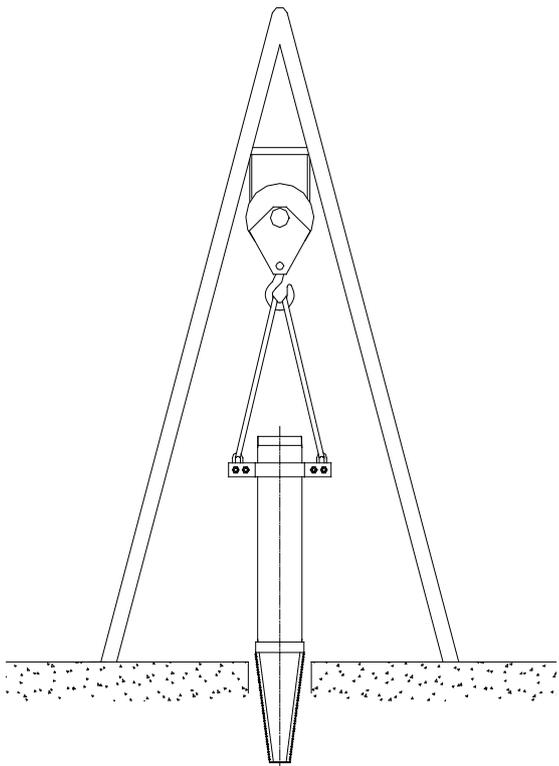
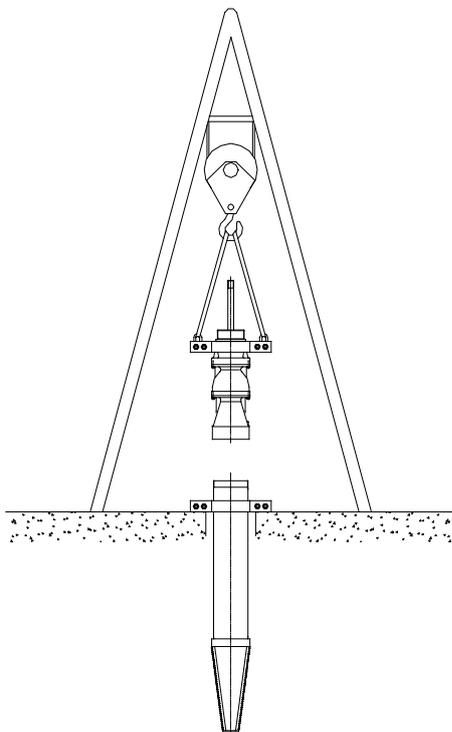

Fig. 4. Instalando el tubo succión
Fig. 5. Instalando el cuerpo la bomba
6.2.1 Instalación del tubo de succión y del cuerpo de la bomba (Fig. 4 y Fig. 5)
5.- Levante cuidadosamente el cuerpo de la bomba y conéctelo al tubo de succión, que descansa sobre la cimentación, con el primer juego de abrazaderas (Fig. 5).